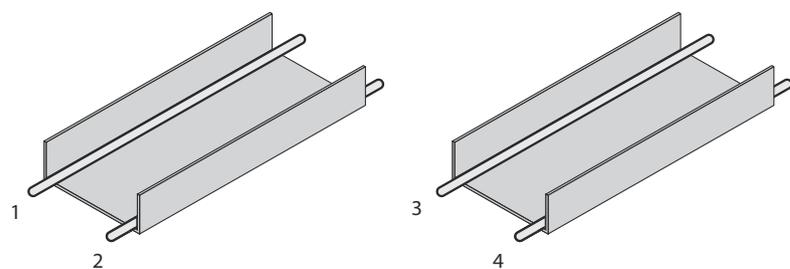
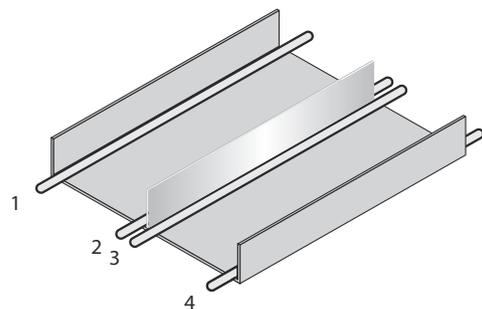

Abbildung 3: Ideale Verlegung: Leitungen in unterschiedlichen Kabelkanälen verlegen.
Abbildung 4: Alternative Verlegung: Leitungen mit Trennvorrichtungen aus Metall trennen.
- ▶ Leitungen der Gruppe 1, 2 und 3, 4 müssen in unterschiedlichen Kabelkanälen verlegt oder es müssen Trennvorrichtungen aus Metall verwendet werden (siehe Abbildung 3, Seite 26 und siehe Abbildung 4, Seite 26). Dies gilt insbesondere, wenn Leitungen von Geräten mit einer hohen elektromagnetischen Störaussendung wie Frequenzumrichtern parallel zu Sensorleitungen verlegt werden.